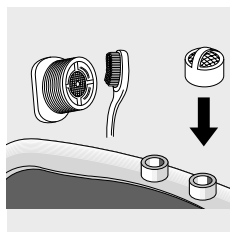

Figura 29
- Limpie el filtro de entrada con un cepillo y coloque el tapón nuevamente. (Figura 29)